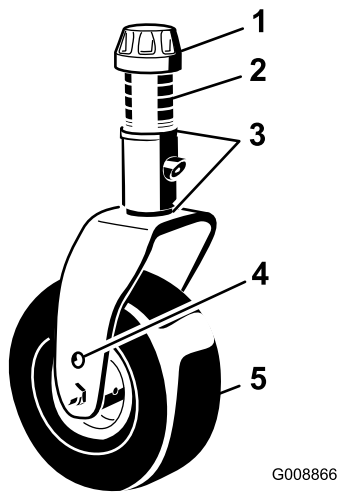

Figure 26
3. Ajoutez ou retirez des cales de 3 mm sur la fourche d'une ou de plusieurs roues pivotantes pour que la hauteur de coupe corresponde à celle indiquée sur l'autocollant (Figure 26) ; voir Réglage de la hauteur de coupe (page 26).